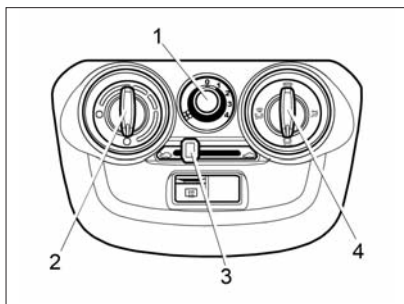
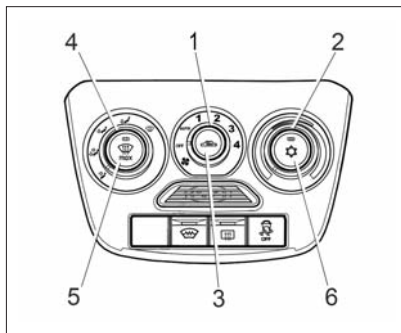

Рис. 41. Блок управления системой вентиляции и отопления
Рис. 43. Блок управления климатической системой (в вариантном исполнении)
Отопительно-вентиляционная установка автомобиля предназначена для создания в салоне комфортной температуры воздуха, значение которой регулируется блоком управления системой вентиляции и отопления (рис. 41). Однако она не может обеспечить в салоне температуру ниже, чем имеет наружный воздух.
– **рукоятку 2** (см. рис. 41) повернуть по часовой стрелке в крайнее правое положение до упора (синяя точка на блоке управления), а **в вариантном исполнении (см. рис. 43)** повернуть против часовой стрелки в крайнее левое положение синей зоны;
– **рукоятку 1** (см. рис. 41) переключателя режимов работы элект-
- **рукоятку 2** (см. рис. 41) повернуть против часовой стрелки в крайнее левое положение до упора (красная точка на блоке управления), а **в вариантном исполнении (см. рис. 43)** повернуть по часовой стрелке в крайнее правое положение красной зоны;
- **рукоятку 1** (см. рис. 41) переключателя режимов работы вентилятора поставить на скорость в зависимости от степени запотевания стекол.
- **рукоятку 4** (см. рис. 41) установить в положение ;
– **рукоятку 1** (см. рис. 41) переключателя режимов работы вентилятора отопителя поставить на максимальную скорость подачи воздуха в салон.
- **рукоятку 2** (см. рис. 41) повернуть против часовой стрелки в крайнее левое положение до упора (красная точка на блоке управления), а **в вариантном исполнении (см. рис. 43)** по часовой стрелке в крайнее правое положение красной зоны;
исполнении (см. рис. 43) режим рециркуляции включается и выключается кнопкой 3.
После мойки автомобиля в холодное время года при температуре окружающего воздуха ниже 0°C рекомендуется включать вентилятор системы вентиляции и отопления салона переключателем 1 (см. рис. 41 и 43) на 3-4 скорость на время около 2-3 минут.
В вариантном исполнении автомобиль комплектуется климатической установкой (рис. 43). Кли-
Несмотря на то, что внешний вид и расположение органов управления климатической установкой отличаются от органов управления системой вентиляции и отопления (см. рис. 41), логика и алгоритмы управления, описанные выше для системы вентиляции и отопления, верны и для климатической установки. Кроме того, климатическая система позволяет обеспечивать охлаждение воздуха, подаваемого в салон автомобиля, автоматический режим поддержания заданной температуры воздуха в салоне и автоматический режим очистки ветрового стекла.
2. Включите вентилятор, установив **рукоятку 1** (рис. 43) в одно из положений «1», «2», «3», «4» или «AUTO».
4. Включите максимальную скорость вентилятора климатической установки, установив **рукоятку 1** (см. рис. 43) в положение «4».
С помощью **рукоятки 2** (см. рис. 43) можно установить желаемую температуру воздуха в салоне. Климатическая система будет автоматически поддерживать установленную температуру воздуха в салоне в пределах производительности климатической установки и установленного допуска. Для наиболее эффективной работы в автоматическом режиме поддержания заданной температуры **рукоятка 1** управления вентилятором климатической системы должна быть включена в положение «АUTO» (для автоматического управления скоростью подачи воздуха).
При повторном нажатии **кнопки 5** (см. рис. 43) с символом  автоматический режим очистки ветрового стекла выключится и климатическая система вернется в исходное состояние.